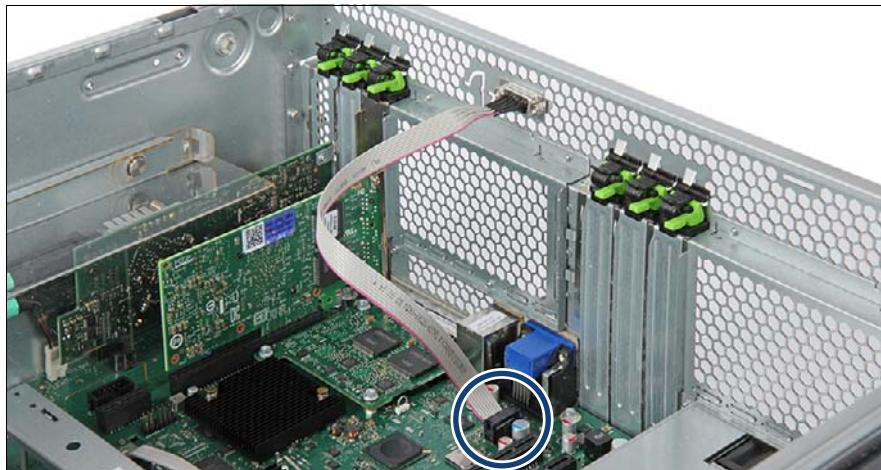

図 254: シリアルインタフェースケーブルの接続
- ▶ システムボードコネクタ "COM 1" からシリアルインタフェースケーブルを取り外します（図 254 を参照）。